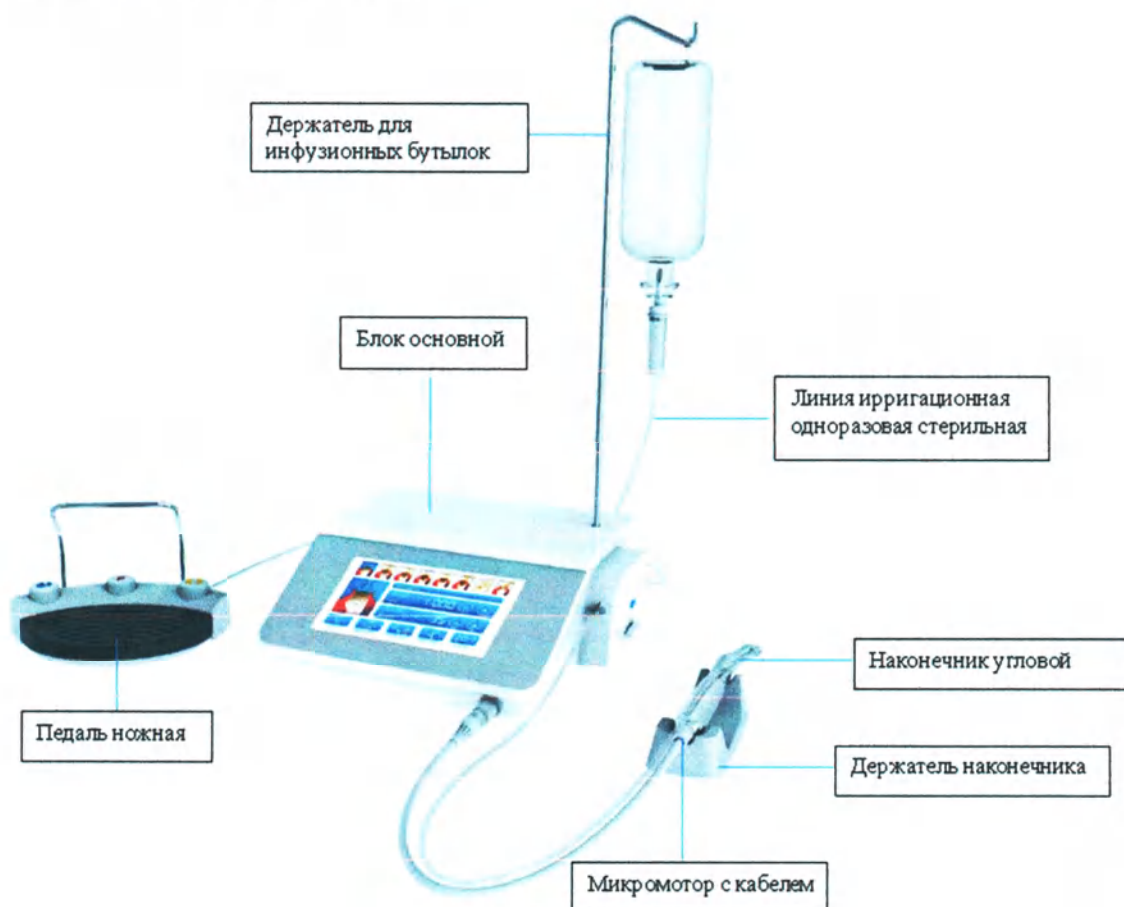

Рисунок 5⁷
1. Поверните ручку перистальтического насоса по часовой стрелке до индикатора «ОТКРЫТО», откроется паз (Рисунок 5 – А).
2. Поместите линию ирригационную в открывшийся паз перистальтического насоса (Рисунок 5 – В).
3. Поверните ручку перистальтического насоса по часовой стрелке в положение «ЗАКРЫТЬ» и закройте паз насоса (Рисунок 5 – D).